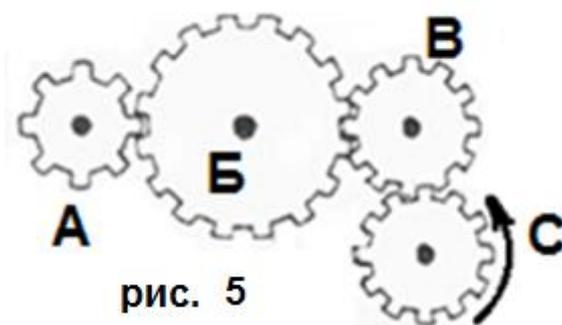

рис. 5
15) На рис. 5 отмечено в какую сторону крутится шестеренка С. Нарисуйте стрелочками